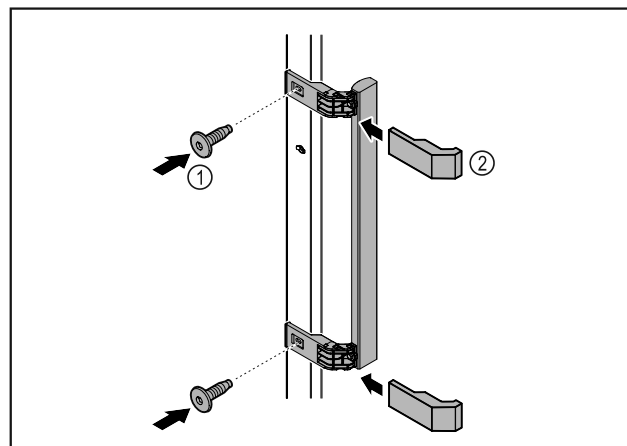

Fig. 3
- Rokturi no atsevišķā piederumu iepakojuma ar klāt pievienoto skrūvju Fig. 3 (1) palīdzību piestipriniet pie durvīm.
- Uzlieciet pārsegu Fig. 3 (2).